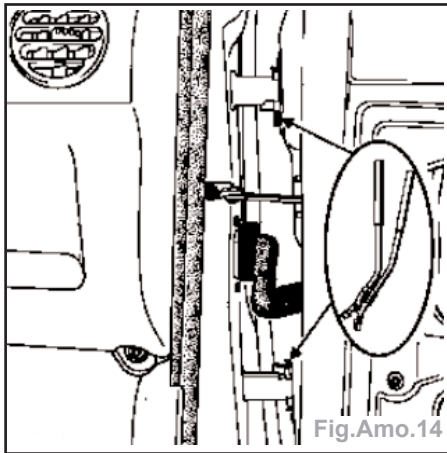

Fig.Amo.14
- Extraire les axes de charnières de porte à l'aide de l'outil Car. 1415 (Fig.Amo.14).